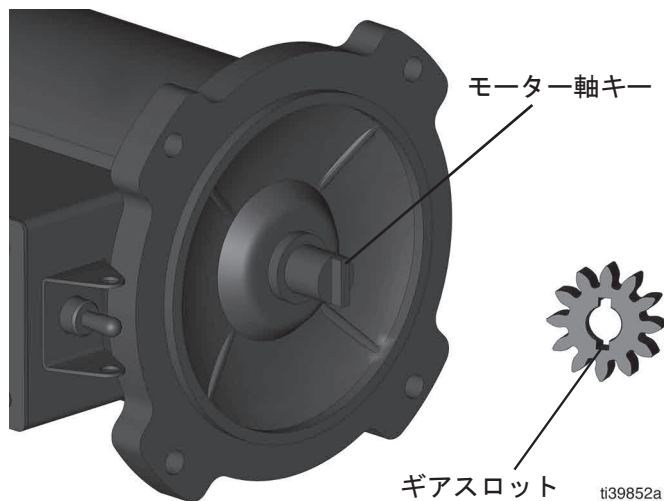

図 14
5. モーター (9) の上にポンプハウジングアセンブリを置きます。モーター軸キーは、カバー内側のギアのスロットと一致する必要があります (図 14 を参照)。